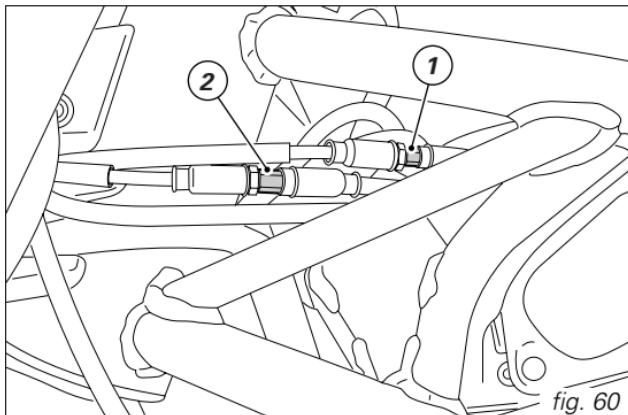

fig. 60
La poignée des gaz dans toutes les positions de braquage, doit avoir une course à vide sur la périphérie du bord de la poignée, de 1,5÷2,0 mm. Si besoin est, le régler en agissant sur les dispositifs de réglage prévus à cet effet (1 et 2, fig. 60) situés sur la colonne de direction sur le côté gauche de la moto. Le dispositif de réglage (1) permet de régler l'ouverture de l'accélérateur, alors que dispositif de réglage (2) sert à sa fermeture.